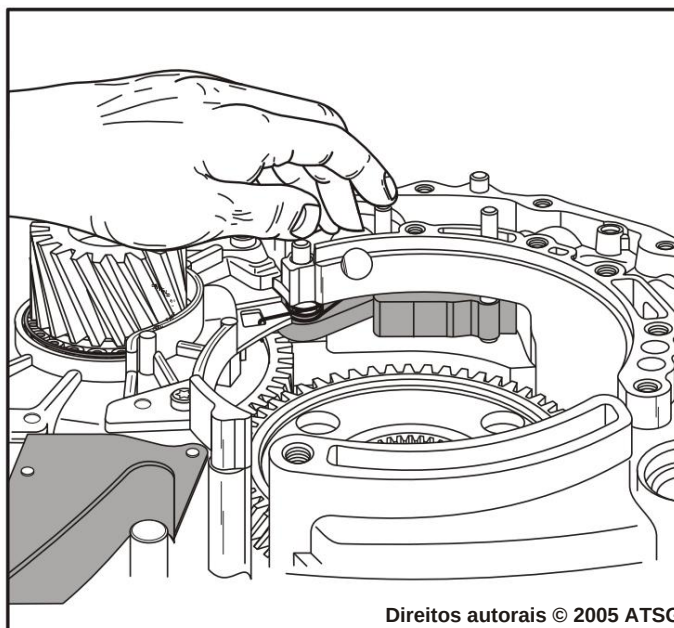

Figura 166
27. Empurre os pinos para baixo o máximo possível, apenas com a mão, conforme mostrado na Figura 166.